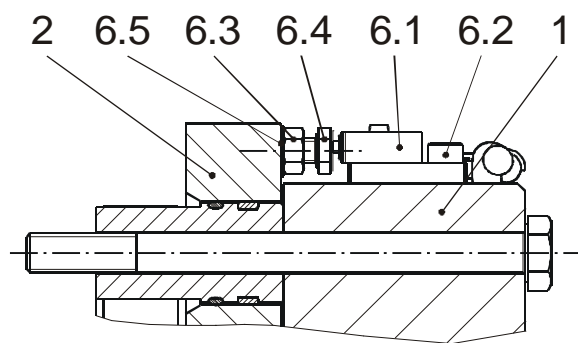

Fig. 10
## Control de entrehierro (6) Fig. 10 (opción en función de tipo)
Ajuste y comprobación de funcionamiento de los microcontactos (6.1) en fábrica, ver Fig. 10: